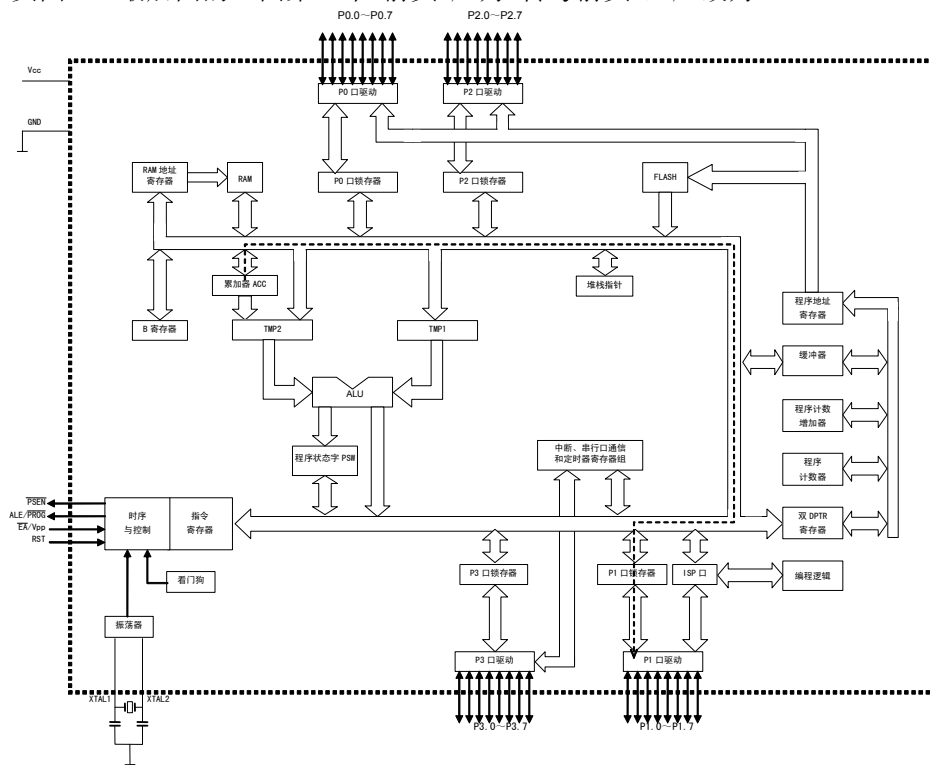

图 5-4 AT89S51 单片机的“解剖结构”
12. P120 页图 5-4 最后面的上面第一个“箭头”应为“转弯箭头”，应改为